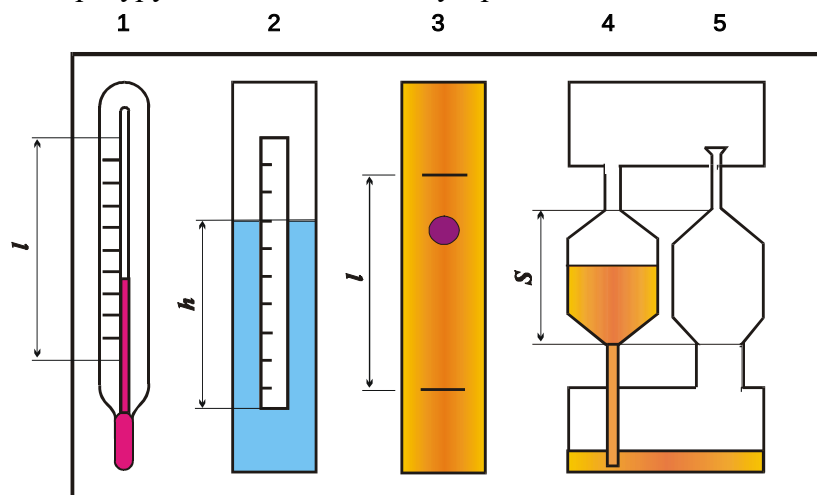

Рис. 1.1. Схема устройства №1:
Устройство для изучения физических свойств жидкости содержит 5 приборов, выполненных в общем прозрачном корпусе (рис. 1.1), на котором указаны параметры для обработки опытных данных. Приборы 3-5 начинают действовать при переворачивании устройства № 1. Термометр 1 показывает температуру окружающей среды и, следовательно, температуру жидкостей во всех устройствах.
1. Перевернуть устройство № 1 (см. рис. 1.1) в вертикальной плоскости и определить секундомером время t истечения через капилляр объема жидкости между метками (высотой S) из емкости вискозиметра 4 и температуру T по термометру 1.